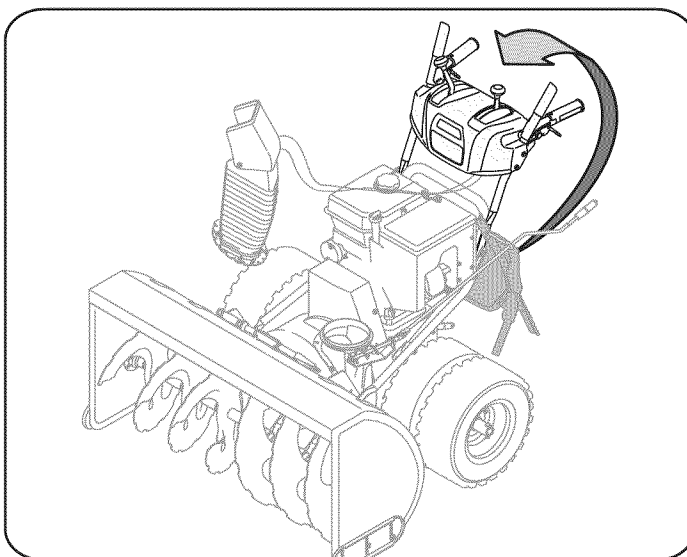

Figure 2
3. Eleve el ensamblado de la manija superior hasta que se trabaje a presión con la manija inferior. Vea la Fig. 2.